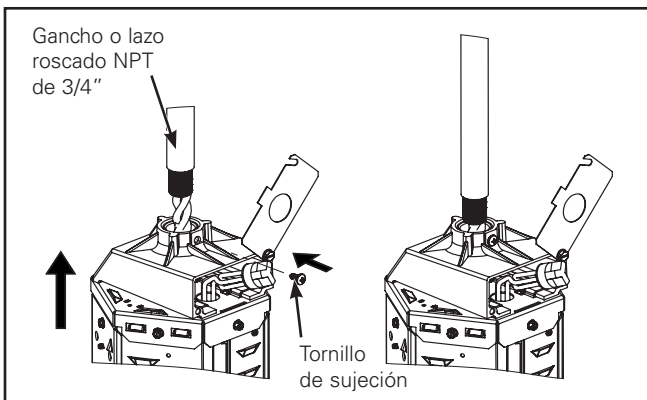

Figura 5.
3. Monte la luminaria sobre un eje roscado NPT de 3/4" y ajuste el tornillo para bloquearla (Figura 5).